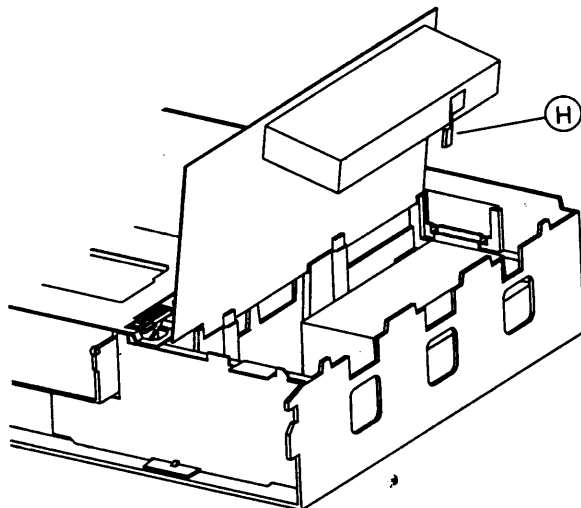

Fig. 4
- Vor dem Austausch der Tuner/Modulator-Einheit Massefeder (H) (Fig. 4) entfernen und diese unbedingt am Austauschbaustein anbringen.
See Fig. 4.
- Before replacing the Tuner/Modulator unit, remove the chassis spring (H) (Fig. 4) and ensure that it is fitted to the replacement module.